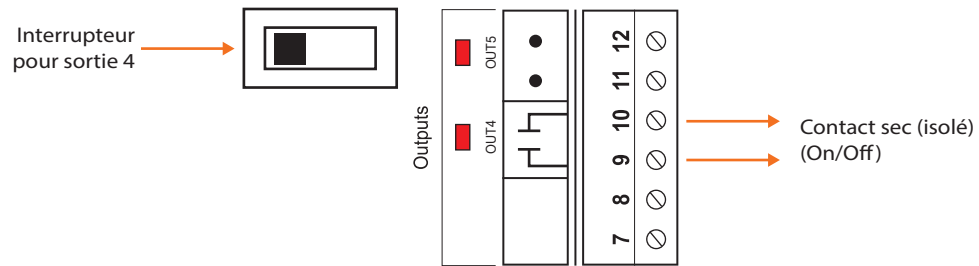

Figure 11 - Sortie en mode SINK
2) Position de l'interrupteur pour obtenir une sortie passive SINK (voir Figure 11):